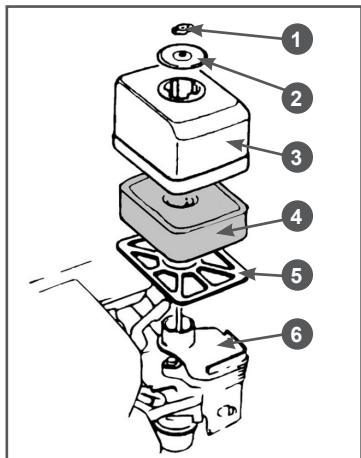

Рис. 24 Обслуживание воздушного фильтра (один поролоновый фильтрующий элемент)
1. Открутите барашковую гайку 1, снимите шайбу 2 и крышку 3 воздушного фильтра в сборе с фильтрующим элементом 4 и сепаратором 5 (Рис. 24).
- Извлеките из крышки 3 сепаратор 5 и фильтрующий элемент 4 (Рис. 24)
- При незначительном загрязнении промойте поролоновый фильтрующий элемент 4 (Рис. 24) теплым мыльным раствором и просушите. Поврежденный или сильно загрязненный поролоновый фильтрующий элемент замените.